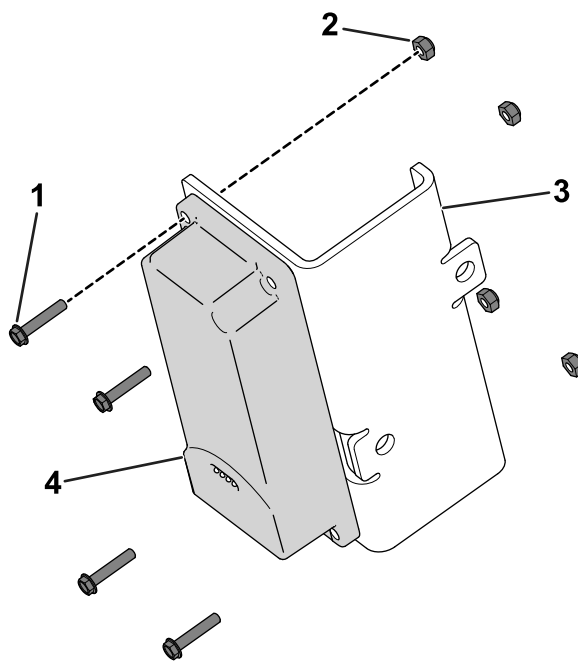

図 6
1. 六角ボルト (#10 x 1") 4本とロックナット (#10)4個を使って、テレマティクスデバイスをデバイスブラケットに固定する 図 6。